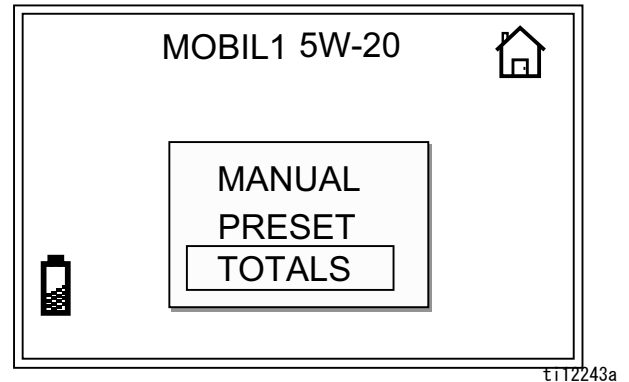

図 27
1. ホーム画面から、上または下矢印を使用して、合計(図 27) を選択します。